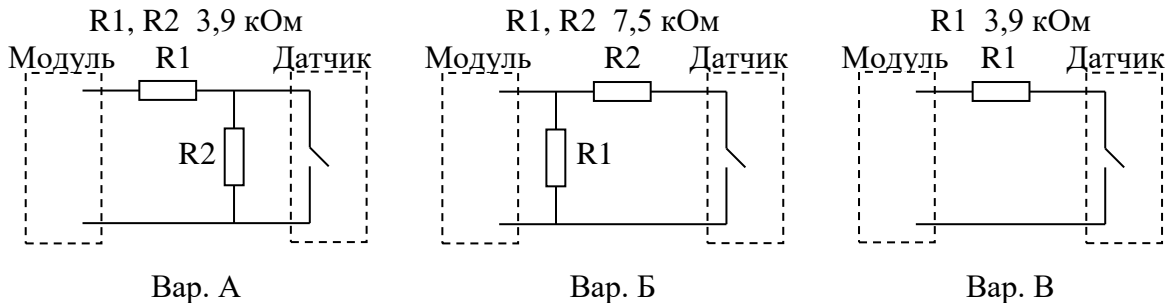
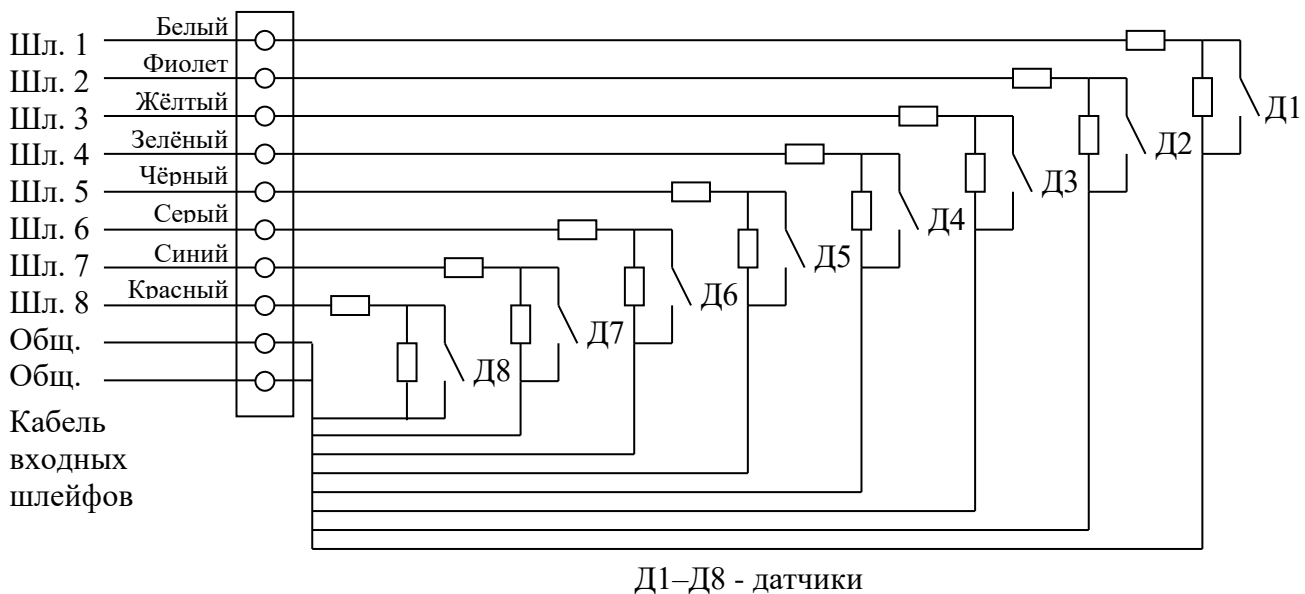

Рис. 8.4. Различные варианты подключения шлейфа к модулю интерфейсному.
Рис. 8.5. Организация подключения шлейфов к модулю интерфейсному.
8.4.1. Электрические схемы организации охранного шлейфа приведены на рис. 8.4. Вариант А позволяет определять четыре состояния шлейфа при величине контрольных резисторов 3,9 кОм. Вариант Б позволяет определять четыре состояния шлейфа при величине контрольных резисторов 7,5 кОм. Вариант В позволяет определять только три состояния шлейфа при величине контрольного резистора 3,9 кОм. Вариант В используется также для незадействованных в работе шлейфов (резистор подключается непосредственно к входу модуля и удерживает соответствующий шлейф в нормальном состоянии).
8.4.2. Подключение исполнительных контактов датчиков к модулю интерфейсному посредством кабеля шлейфов и коммутационной колодки показано на рис. 8.5. На этом рисунке шлейфы организованы по варианту А рис. 8.4, но эта схема подключения одинаково подходит и для остальных вариантов с изменениями в подключении резисторов.
8.4.3. При организации практического подключения на объекте следует помнить, что на приведённой схеме подключения (рис. 8.5) общий провод показан условно. Каждый шлейф должен прокладываться двумя проводами (можно витыми), а общий провод организуется максимально коротким непосредственно в коммутационной коробке путём параллельного соединения нескольких клемм. Не допускается прокладка к территориально близким исполнительным контактам датчиков, подключаемых к разным шлейфам, одного общего проводника (невыполнение этого требования может привести к выходу из строя модуля интерфейсного во время грозы).
Проденьте кабель сетевой окончанием с короткими выводами в левый кабельный ввод и вытяните внутрь корпуса на необходимую длину. Подключите проводники кабеля к винтовой колодке с обозначением **~220 В** в соответствии с цветами проводников и рис. 8.5 и 8.9. Перед тем как вставить проводник кабеля в гнездо колодки ослабьте винт крепления. При затягивании винта не прилагайте больших усилий во избежание повреждения резьбы.